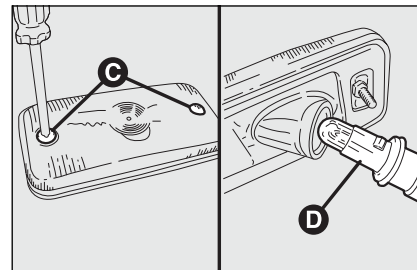

fig. 33a
- draai de twee bevestigingsschroeven **C**-fig. 33a los en verwijder de lichtunit;